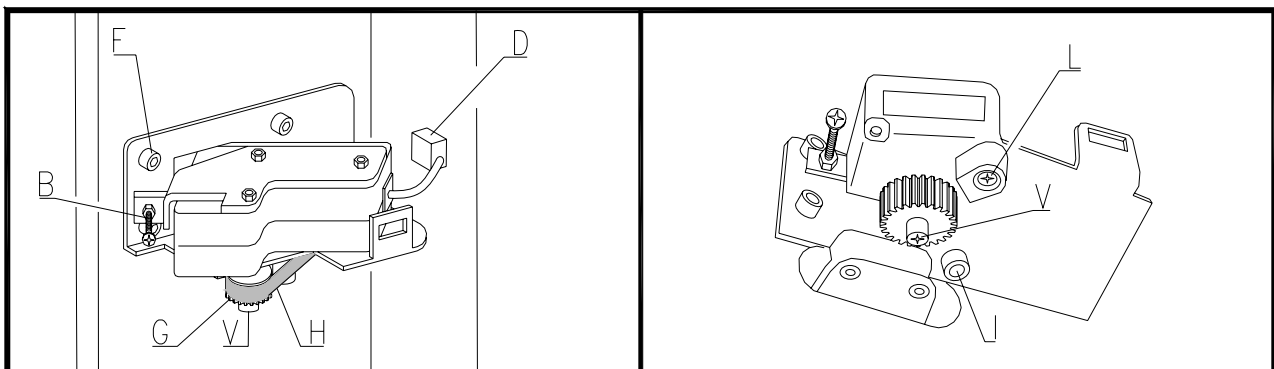

ABB. 18
Die Antriebsmotoren für die Entnahmeklappen können unter Beachtung der folgenden, ABB. 18 begleitenden Informationen ersetzt werden:
4. Die Schrauben über dem Motortragedügel lockern, Pos. I und Pos. L (ABB. 18);
5. Die Position des Motors mit der darüber gelegenen Schraube regulieren, Pos. B (ABB. 18), bis der Riemen die gewünschte Spannung aufweist;